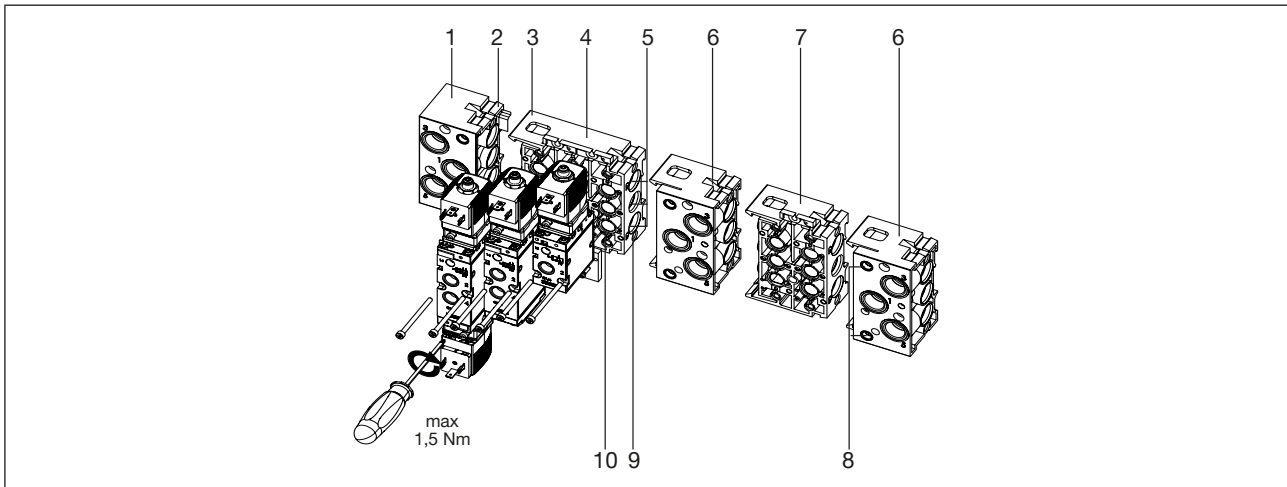

Figure 5 : Exemple de bloc multiple avec des vannes type 6519
- Commencer l'installation avec le module de raccordement gauche (voir « Figure 5 »)